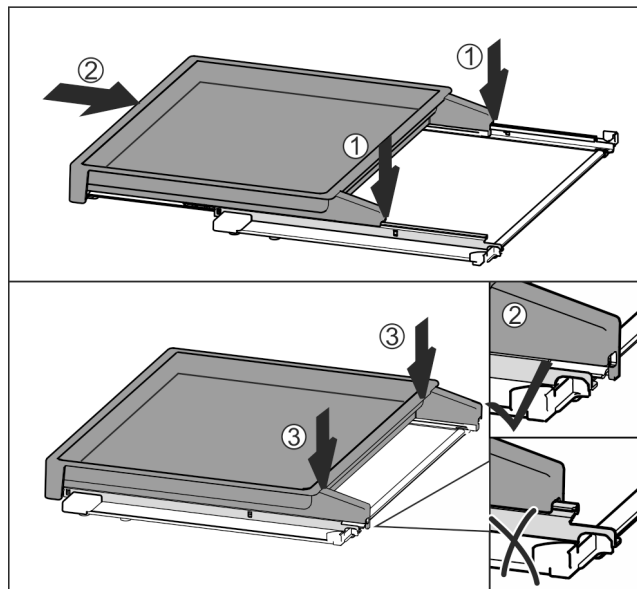

Fig. 180
- Appoggiare centralmente sulle guide Fig. 180 (1).
- Spingere completamente il ripiano estraibile Fig. 180 (2).
- Premere sul lato posteriore fino ad avvertire l'innesto Fig. 180 (3).